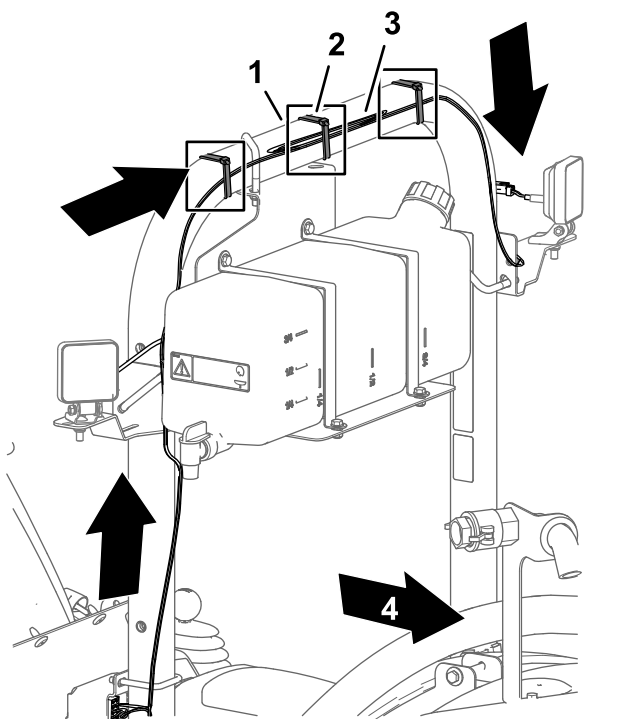
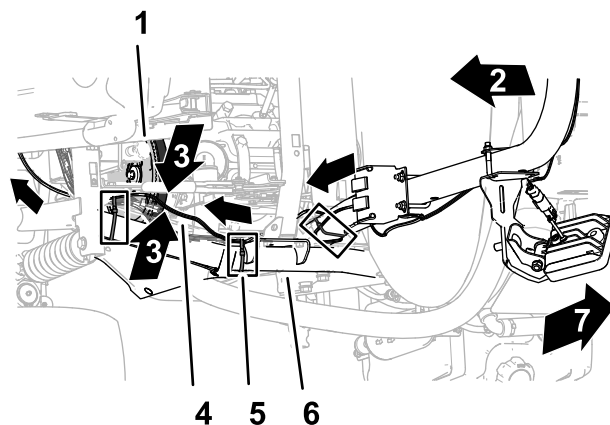
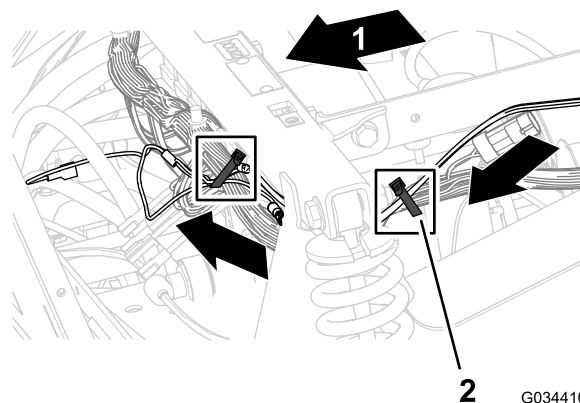

図 10
図 11
図 12
1. 図 10 に示すように、スイッチから、2 ソケットコネクタがついている枝線を上に延ばして、ROPS の水平部材の裏側を這わせるように配設する。
注 ハーネスの余分は束ねてまとめ、ROPS の中央部にケーブルタイで図 10 のように固定する。
2. 図 11 と図 12 に示すように、スイッチから、ソケット端子とリング端子のついている枝線を下に延ばして、機体前方へ配設する。
3. ケーブルタイを使って、後部作業用ライトキットのワイヤハーネスを ROPS チューブと機体の上側前フレームチューブと車両のワイヤハーネスに図 10、図 11、図 12 に示すように固定する。
注 ハーネスの余分は束ねてまとめ、上側前フレームチューブにケーブルタイで図 11 のように固定する。